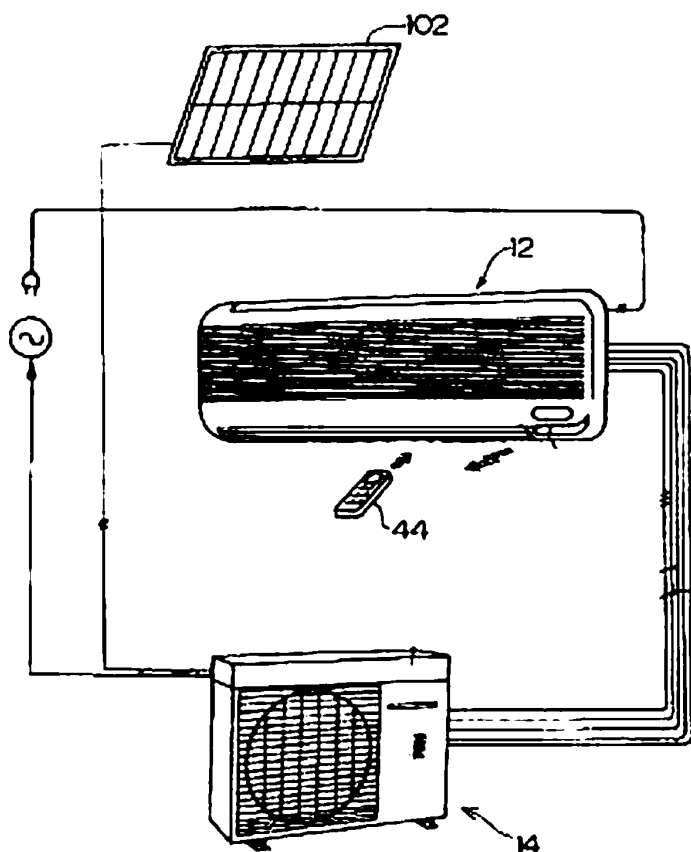

рис.4
**Схема для кондиционера воздуха с солнечным генератором** описана в европейском патенте EP 074991 (1999 г.). Питание кондиционера воздуха (**рис.4**) осуществляется от двух источников: напряжения сети и солнечной батареи 102. Кондиционер имеет внутренний блок 12 и внешний блок 14. Управление осуществляется от пульта управления 44, который задает количество воздуха, его температуру и направление. В дневное время кондиционер питается от солнечной батареи, в ночное - от сети.